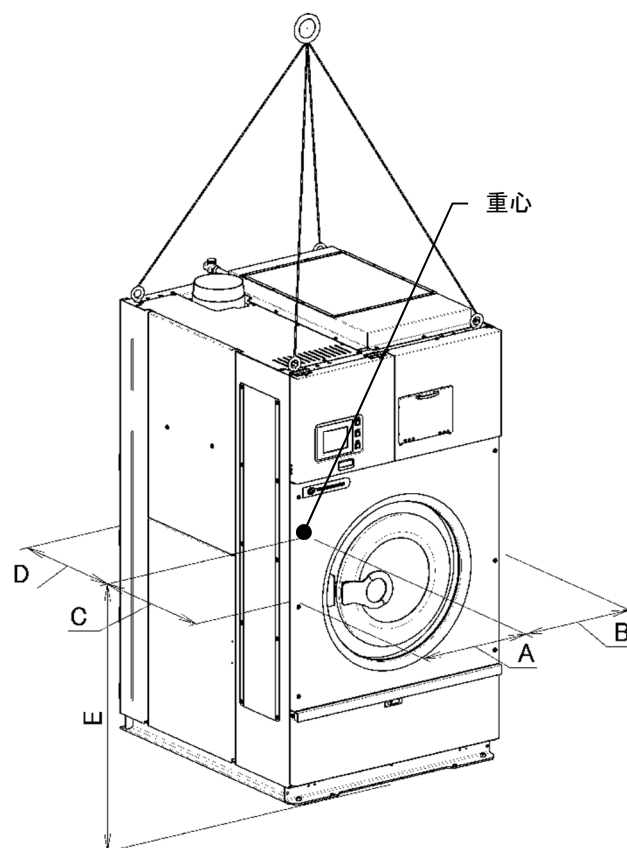

図 3-1
- 3) クレーン等で機械を吊り上げるときは、本体上部四隅(図 3-1)の 4 ヶ所に必ずフックを掛けて吊り上げます。